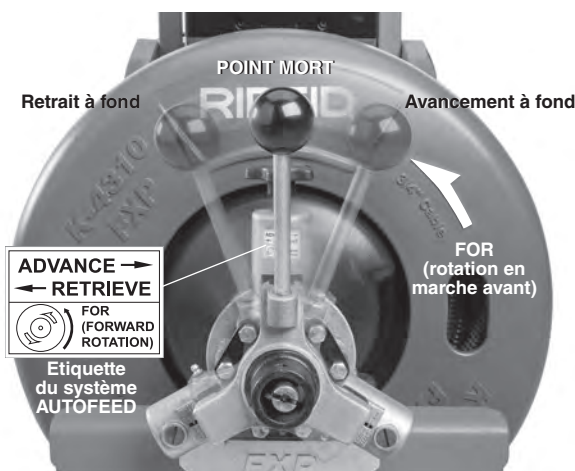

Figure 19 – Positions du levier du système AUTOFEED (câble tournant en direction « FOR »)
- Mettez l'interrupteur Marche/Arrêt en position « ON », puis le commutateur FOR/OFF/REV à la position « FOR ». Appuyez momentanément sur la pédale de commande pour noter la direction de rotation du tambour. Attendez que le tambour s'arrête complètement. Si la pédale de commande ne permet pas de contrôler l'appareil, n'utilisez pas le dégorgeoir avant que la pédale de commande ait été réparée. Vu de face, le tambour devrait normalement tourner en sens anti-horaire, voire dans le sens de rotation indiqué par la flèche de la *Figure 19*.
système AUTOFEED. Le levier devrait alors se trouver au point mort, voire à la verticale (*Figure 19*).
Appuyez sur la pédale de commande pour entamer la rotation en direction « FOR » de l'appareil. L'individu qui contrôle le câble doit aussi contrôler la pédale de commande. Ne pas utiliser le dégorgeoir avec un individu chargé de contrôler la pédale de commande, tandis qu'un autre se charge du câble. Cela pourrait entraîner le vrillage, le plissage ou la rupture du câble. Avec le câble en rotation, amenez le levier du système AUTOFEED en sens opposé au sens de rotation du câble (*Figure 19*). Cela fera sortir le câble de l'appareil. Plus le levier est éloigné du point mort, plus le câble avancera rapidement.